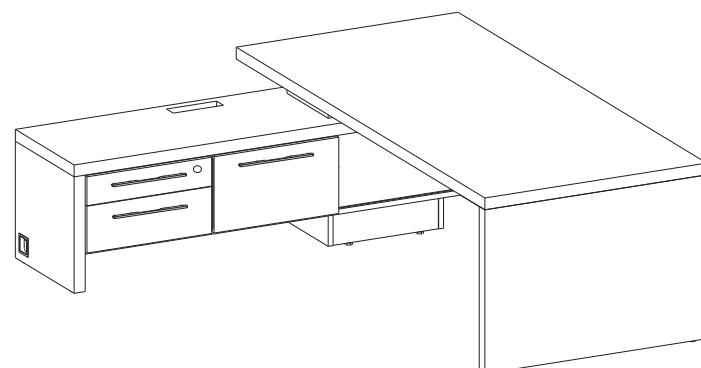

Рис.27
52. Вставить ходовые элементы в профиль на детали 10 и направляющие элементы в профиль на детали 9. Зафиксировать направляющие элементы крепежными винтами 40 (рис.27);